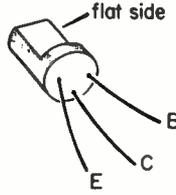
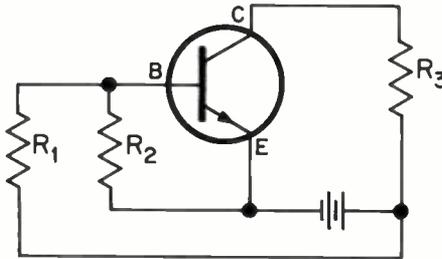

Fig. 51
Fig. 52
1. See Fig. 51. 2. See Fig. 52.